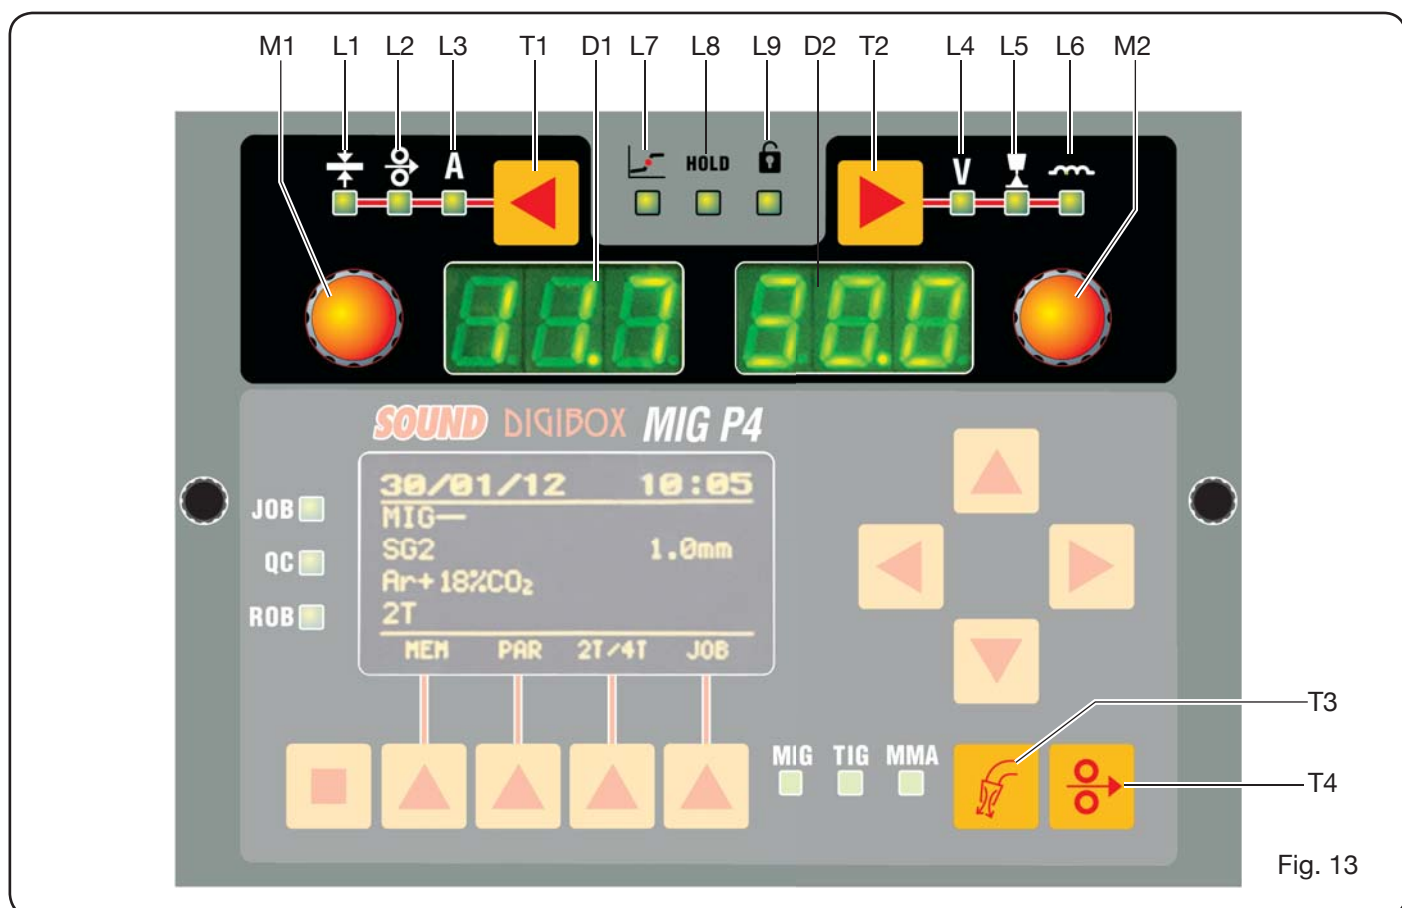

Fig. 13
Le panneau de commandes est formé par une zone **contrôle** (Fig. 13) et une zone **paramètres** (Fig. 14).
6.1 PANNEAU DE CONTRÔLE (FIG. 13).